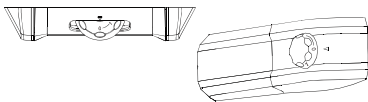

Fig. 21
1) Tourner le bouton sur la position "0". (fig. 21)